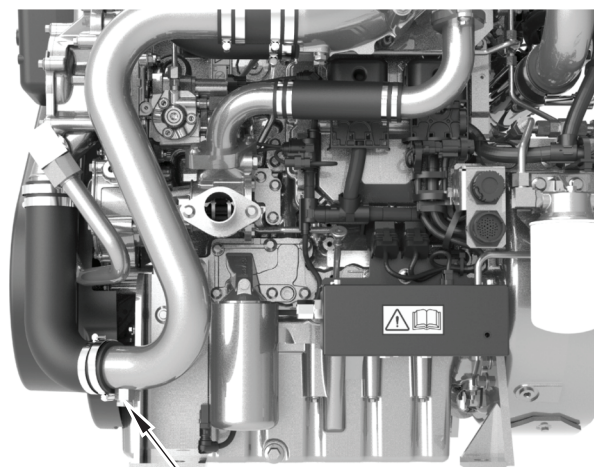

Figura 2
2. Retire el tapón de drenaje (figura 2, elemento 1) del conducto del intercambiador de calor.